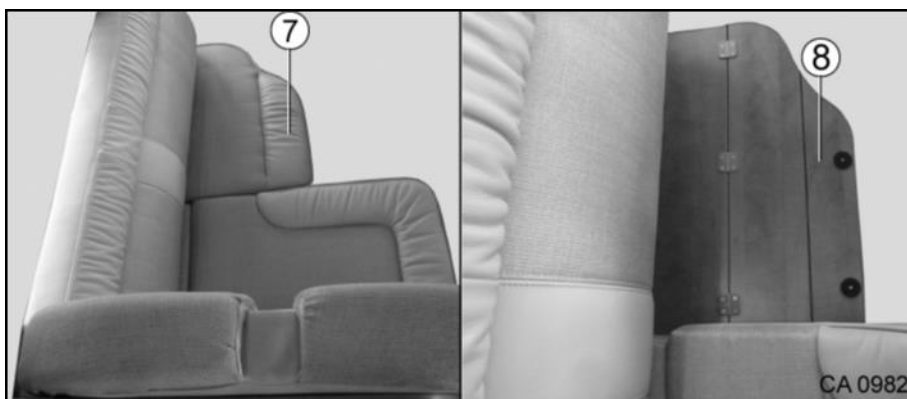

Fig. 27 Transformation de la banquette latérale en siège pour la route
1. Enlever le coussin (Fig. 27/7).
2. Relever le panneau de bois divisé (Fig. 27/8) et le plier.